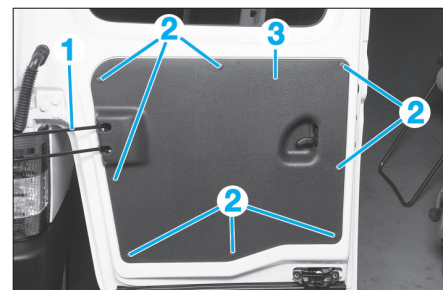

FIG. 65
- Décrocher l'arrêt de porte (1) de la caisse (Fig.65).
- Dégrafer les pions (2).
- Déposer la garniture de porte (3).